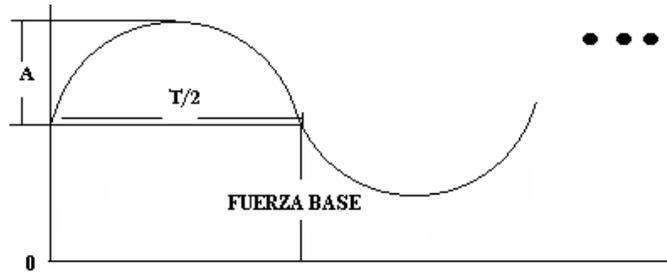

Figura 15: Forma de onda sinusoidal
**G.5.1.3. Parámetros sinusoidal.** Si el usuario elige la opción 3, la luz indicadora 3 se iluminará (ver Figura 2) y el usuario deberá introducir los parámetros de operación de la Figura 15, así: